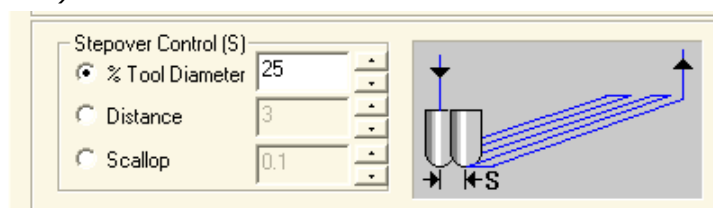

Figura 13. Stabilirea pasului de echidistanță orizontal
6. Eticheta **Stepover Control (S)** permite stabilirea valorii (pasului) de echidistanță în plan orizontal (figura 13.).